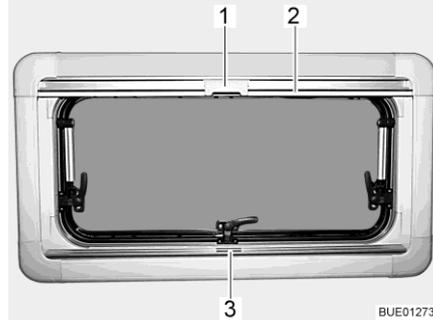
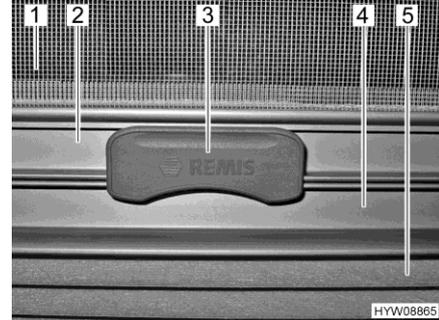

Fig. 15 Fenêtre projetante
Fig. 16 Cran
Le dispositif occultant plissé (Fig. 16,5) se trouve dans le caisson du bas.
- Saisir le dispositif occultant plissé par le centre de la barre-poignée (Fig. 15,3 et Fig. 16,4), le tirer du bas vers le haut et le relâcher à la hauteur voulue. Le dispositif occultant plissé reste alors à cette hauteur.
La moustiquaire (Fig. 16,1) se trouve dans le caisson du haut.
- Tirer la moustiquaire par la barre-poignée (Fig. 15,2 et Fig. 16,2) vers le bas jusqu'à ce qu'elle entre en contact avec celle du dispositif occultant plissé (Fig. 16,4).
- Verrouiller le cran (Fig. 15,1 et Fig. 16,3) de la moustiquaire avec la barre-poignée du dispositif occultant plissé. Quand le cran est verrouillé, le dispositif occultant plissé et la moustiquaire peuvent être réglés en même temps.
- Presser le cran (Fig. 16,3) en haut de la moustiquaire.
- Ramener lentement la moustiquaire en arrière au moyen de la barre-poignée (Fig. 15,2).